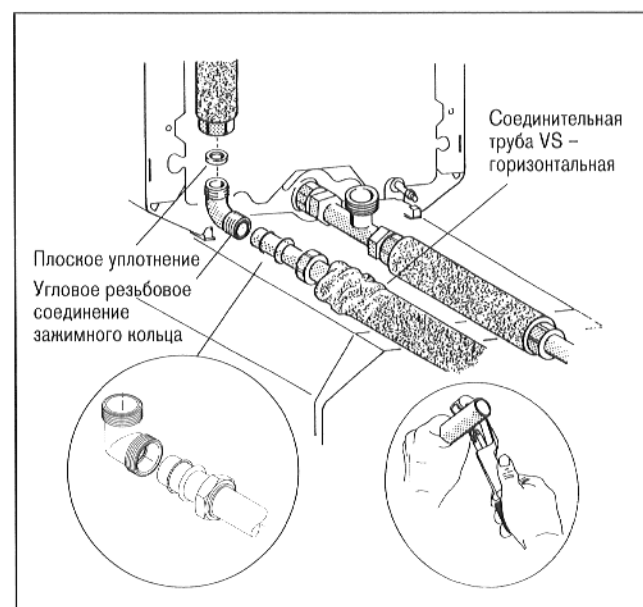

Рис. 10
- Вложить плоское уплотнение в накидную гайку у длинного ответвления только что смонтированной соединительной трубы VS и привинтить к этой трубе угловое резьбовое соединение с зажимным кольцом. Выравнять при этом угловое резьбовое соединение с зажимным кольцом в заднем направлении аксиально параллельно к бойлеру (рис. 10).
- При необходимости отрезать горизонтальную соединительную трубу, с одним изгибом, для подводящей линии VS, на указанный в таблице размер (рис. 10).
- Надеть на горизонтальную соединительную трубу VS накидную гайку, зажимное кольцо и о-образное кольцо 26 х 3 и вставить соединительную трубу в нижнюю часть резьбового соединения (рис. 10).
- Привинтить накидную гайку к нижней части резьбового соединения. Выровнять при этом короткое ответвление так, чтобы оно показывало вертикально вниз (рис. 10).